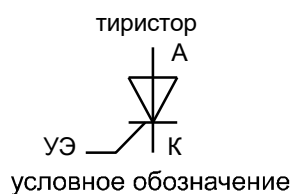

Рис. 6.2.1
**Триодные тиристоры**, обычно называемые просто **тиристорами** (рис.6.2.1), имеют четыре слоя **p-n-p-n** один из которых соединен с внешним управляющим электродом (УЭ). Это позволяет приводить цепь катод (К) / анод (А) тиристора в отпертое состояние.